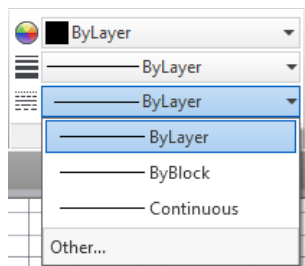

Рис. 46 Свойство Line Type (Тип линии)
- Свойство **Line Type (Тип линии)** позволяет настроить вид линии (сплошная, пунктирная и т.д.). По умолчанию создаваемые объекты имеют тип линии, указанный в настройках слоя, в котором объекты находятся. Изменить тип линии можно, открыв выпадающий список (Рис. 46).